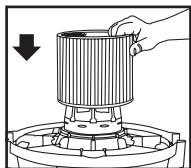

FIGURA 15
20. Con la tapa del depósito en posición invertida, deslice el filtro de cartucho hacia abajo sobre el alojamiento de la tapa, empujando hasta que el filtro se selle contra la tapa. **FIGURA 15.**